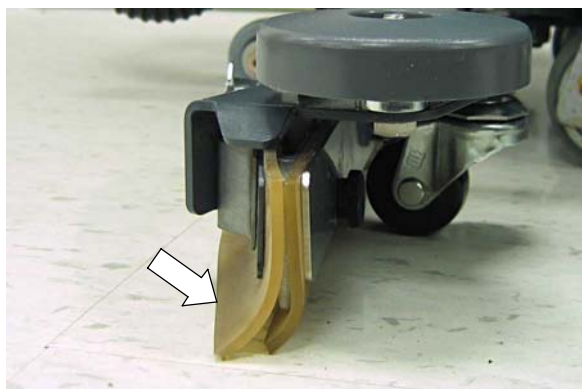

図 5
5. スクイジーブレードの反りが適正かを点検してください。ブレードは図のようにたわませてください(図 5)。